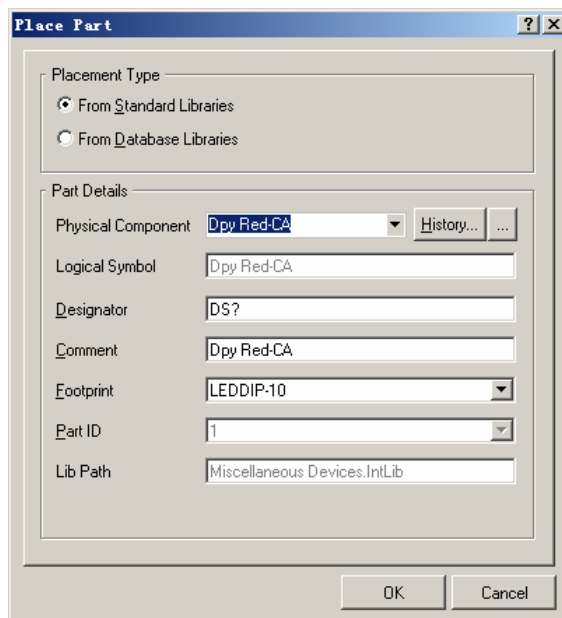

图 2.144 “Place Part”对话框
(7) 在主菜单中选择“Place”->“Part...”命令，或者在工具栏中选择布置元器件工具按钮，打开如图 2.144 所示的。